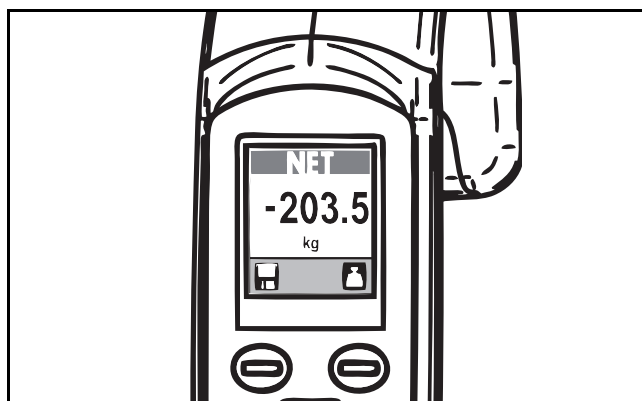

Fig. 68
3) Fest seilet på MAXI MOVE igjen. Ignorer minustegnet foran tallene på skjermen. La vektavlesingen stabilisere seg. Vekten som vises er pasientens faktiske vekt (se Fig. 68).